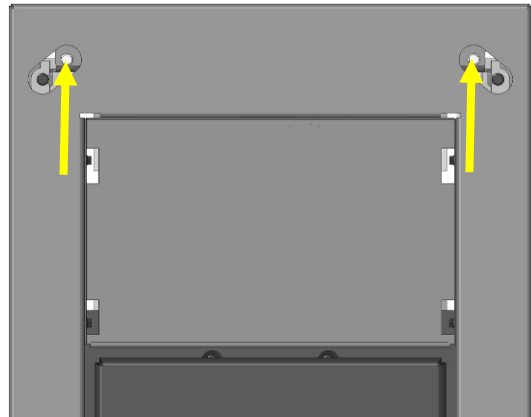

Abb. 5: Schrauben Frontverkleidung
3. Die Befestigungsschrauben der Verkleidung lösen (Abb. 5).